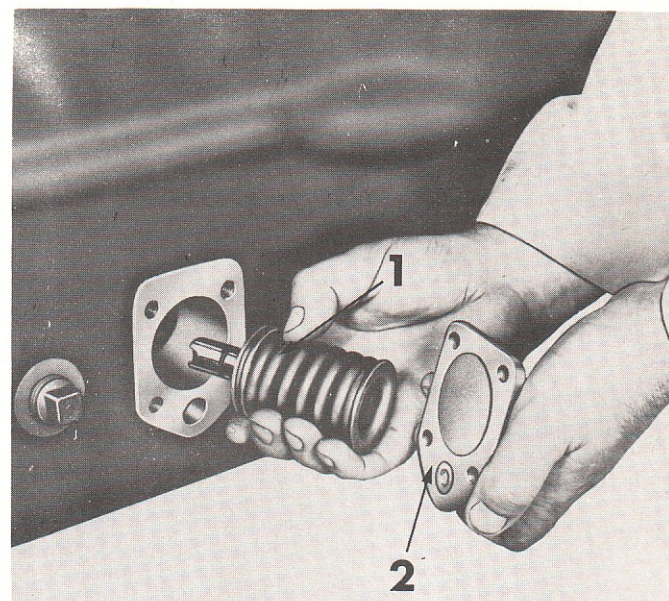

FIGURE 76 : Dépose du servo 1 — 1 = Servo 1, 2 = Couvercle de servo 1.
18. Extraire les quatre boulons fixant le couvercle du servo 1, extraire de la transmission le couvercle et le servo de la manière représentée Figure 76.
5. Monter le servo 1 dans le carter, la mortaise horizontale comme représenté Figure 76. Poser le couvercle du servo.